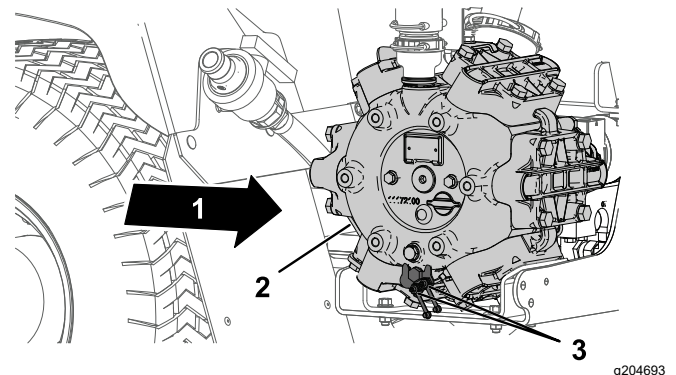

Figure 58
1. Essuyez les 2 graisseurs à distance pour les nettoyer (Figure 58).
2. Injectez de la graisse dans le graisseur à distance (Figure 58).